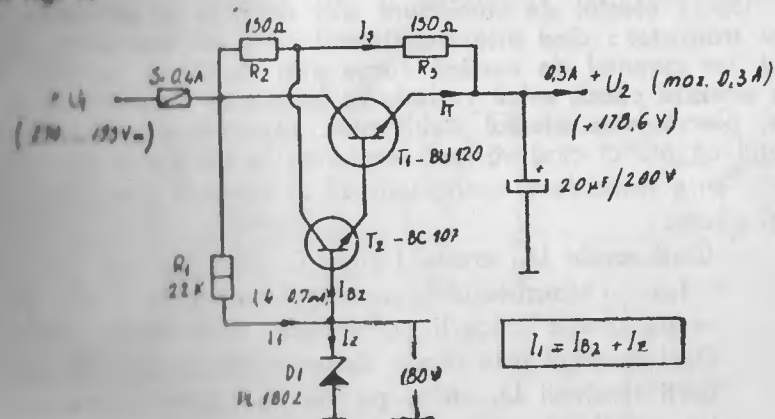
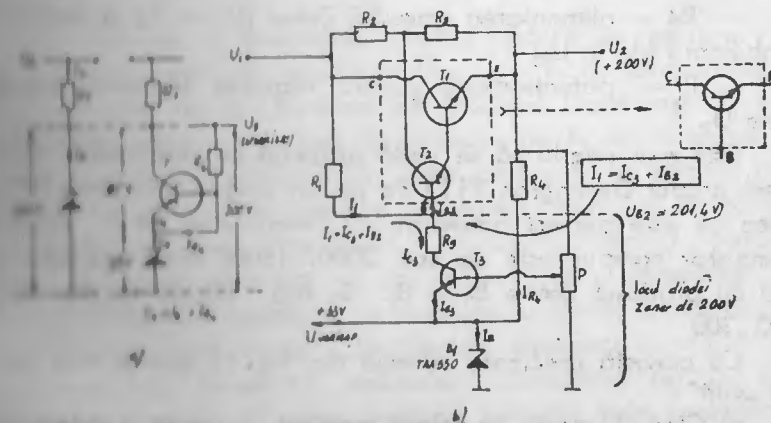

Fig. 9
Fig. 10
Dacă dioda Zener ar fi pentru 180 V, s-ar putea obține un stabilizator simplu, cu tensiunea la ieșire de cca. 178 V ca în fig. 9.
Diodele Zener de tensiune mare (peste 100 V) sînt componente rare și cu o dispersie mare a tensiunii de stabilizare, de ex. PL180Z poate avea U_z între 168 V și 190 V, ceea ce face greu utilizabilă o schemă ca în fig 9, în producția de serie, tensiunea stabilizată neputînd fi ușor reglată la o valoare dorită. Principalul dezavantaj este însă variația în limite destul de largi a tensiunii U_z cu variația curentului Zener (1—2 V) și mai ales variația mare (7—9 V) a tensiunii U_z cu temperatura ambiantă (cumulat cca. 10 V ! !), ceea ce la un televizor cu balalaia orizontal tranzistorizat nu este admis.
În fig. 10 se arată schema simplificată a stabilizatorului de tensiune adoptat în TV cu CI.
În fig. 10 a o diodă Zener de 200 V, polarizată prin R_1 de la U_1 (210—270 V) se înlocuiește cu un grup dioda de 33 V (TAA550) și un tranzistor NPN — BF458 (258) care este supus la 167 V (diferența între 200 și 33 V). Curentul tranzistorului curge prin aceeași R_1 , spre dioda Zener ca și în fig. 9. Dioda Zener trebuie și ea polarizată, ceea ce se face prin R_4 , fie de la tensiunea U_1 , fie de la tensiunea U_2 .
În fig. 10 b. Schema de principiu simplificată cuprinde toate elementele cunoscute deja :